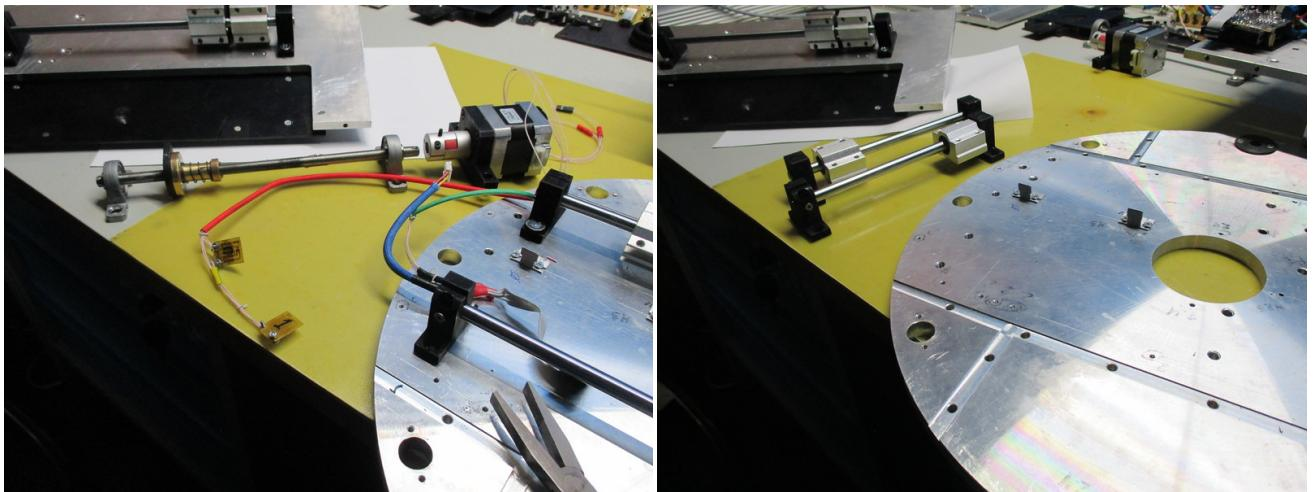

Рис. 28: Освобождение поверхности фланца.
15. Снять направляющие линейного транслятора фазовой пластины. Ослабить крепление винта подачи в соединительной муфте шагового двигателя. Снять винтовой узел. Снять шаговый двигатель. Отсоединить от скоб и снять узлы концевиков. Снять с фланца скобы крепления концевиков (см. рис. 28).